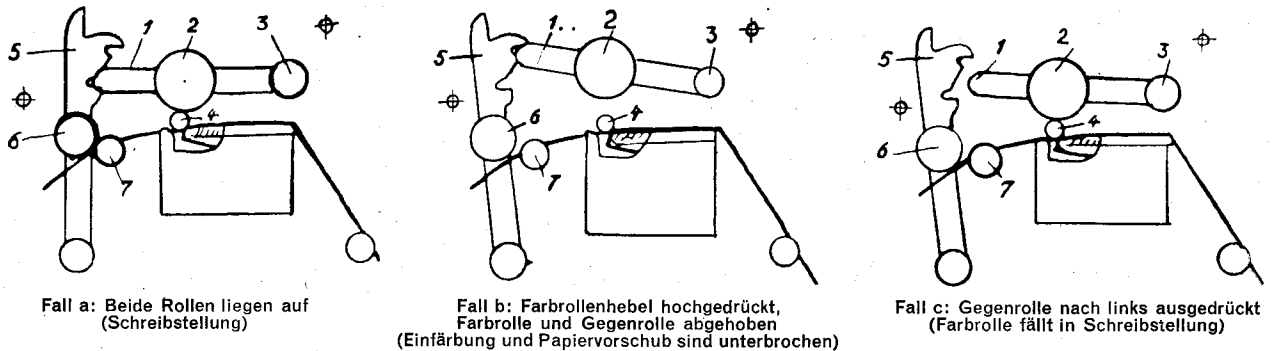

Abb. 5: Die verschiedenen Hebelstellungen der Papiervorschub- und Einfärbereinrichtung
4. Streifenvorschub (siehe Abb. 5).